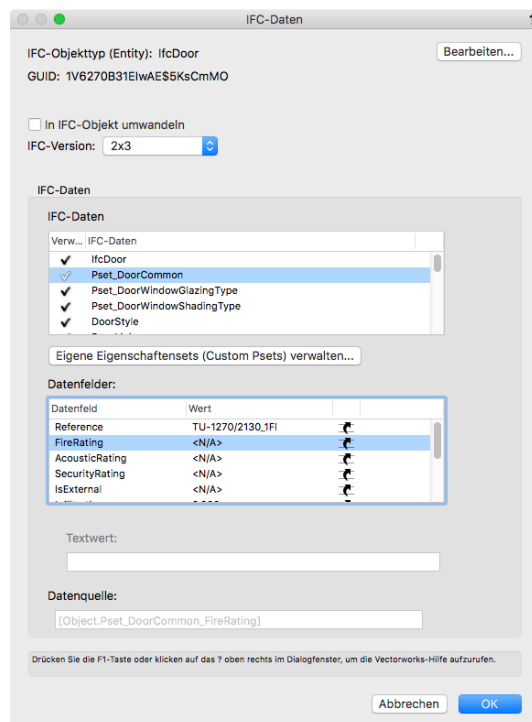

BILD 3
Wurde den aktivierten Objekten bereits ein IFC-Objektyp zugewiesen, öffnet sich das Dialogfenster „IFC-Daten“ (BILD 3).
3. Wählen Sie den gewünschten IFC-Objekttyp und schließen Sie das Dialogfenster mit **OK**. Das Dialogfenster „IFC-Daten“ öffnet sich (siehe **BILD 3**). Setzen Sie in der Liste **IFC-Daten** in der Spalte **Verwenden** ein Häkchen neben das IFC-Eigenschaftenset, das dem Objekt zugeordnet werden soll. Sie können einem Objekt auch mehrere IFC-Eigenschaftensets zuweisen.
In der Liste **Datenfelder** werden alle Datenfelder bzw. Eigenschaften des in der Liste **IFC-Daten** aktivierten Eigenschaftensets angezeigt. Sie können einem Datenfeld Werte zuweisen, indem Sie der Liste auf den entsprechenden Eintrag klicken und im Eingabefeld darunter die gewünschten Daten eingeben (siehe **BILD 3**).